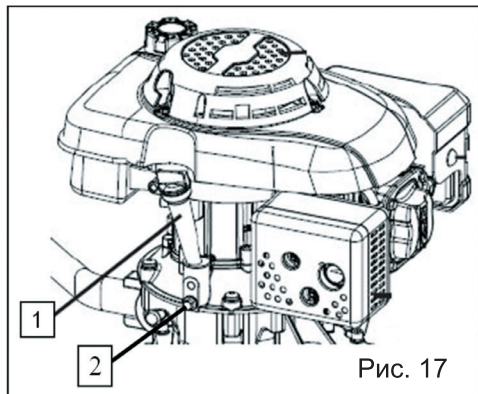

Рис. 17
- Открутите сливной болт (поз. 2, рис. 17) и слейте отработанное моторное масло в емкость.